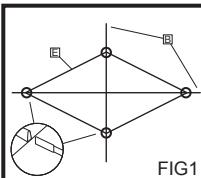

FIG1
2. Sæt stængerne helt ind i kanalerne. (FIG1)